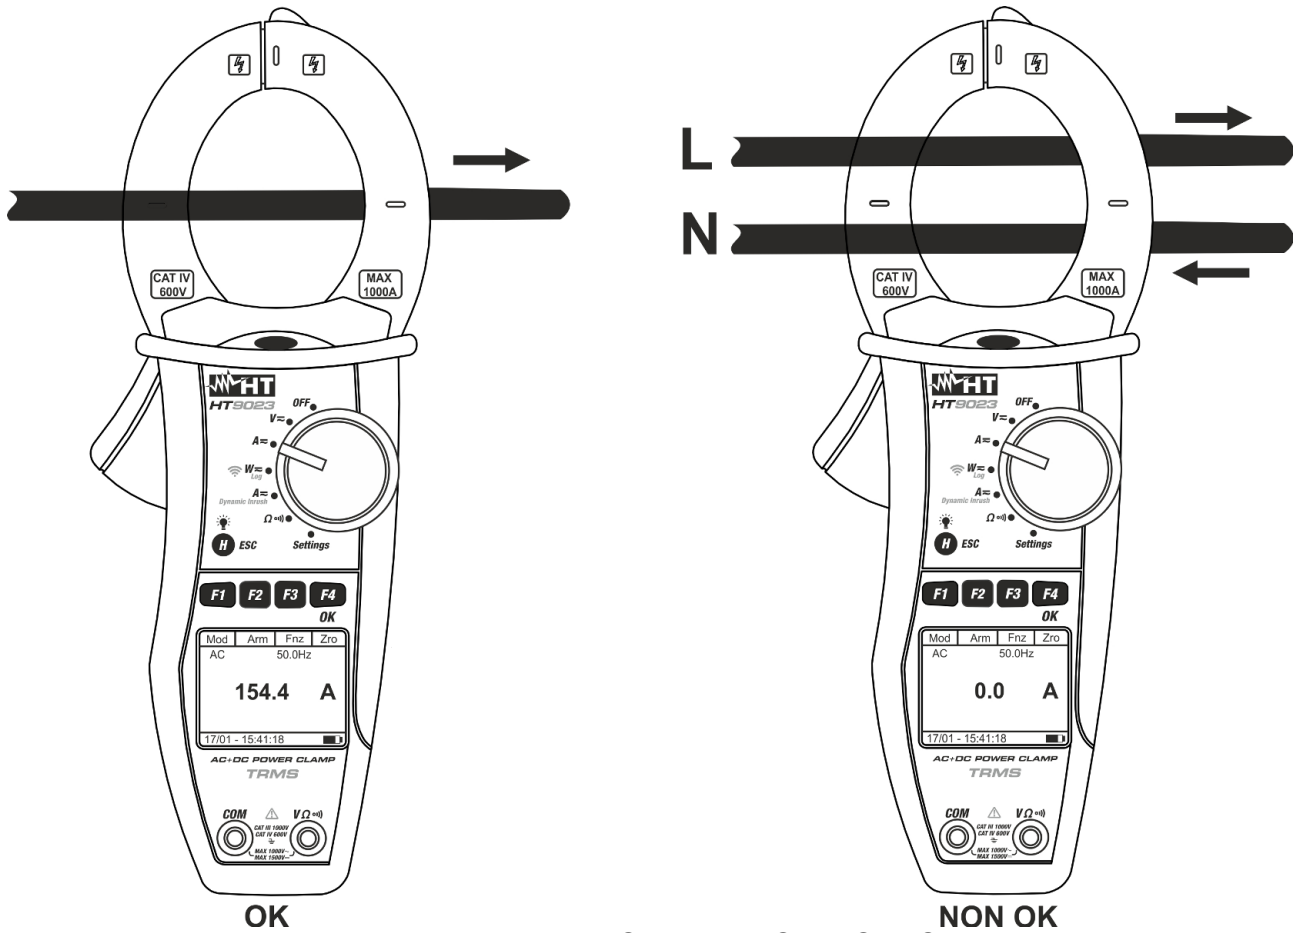

Fig. 10: Misura di Corrente AC e AC+DC
5. Inserire il cavo all'interno del toroide al centro dello stesso al fine di ottenere misure accurate (vedere Fig. 10 – parte sinistra). Utilizzare le tacche presenti come riferimento (vedere Fig. 2)